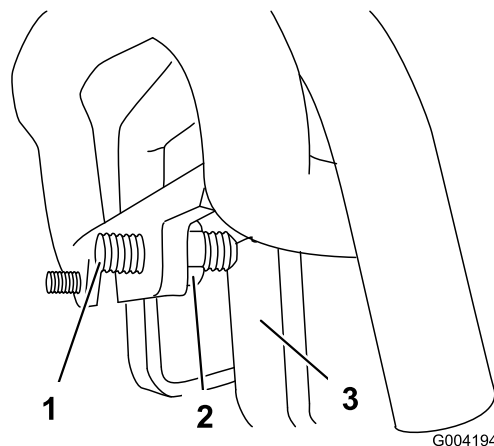

Figura 55
3. Se il trattore devia verso **sinistra**, allentare il controdado **destra** e regolare la vite di registro sulla parte anteriore del comando della trazione (Figura 55).
4. Se il trattore devia verso **destra**, allentare il controdado **sinistro** e regolare la vite di registro sulla parte anteriore del comando della trazione (Figura 55).